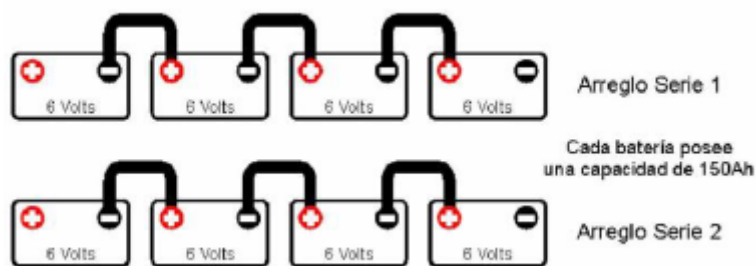

Figura B-4. 1er Paso – Conexión de baterías en "Serie".
1. Primero conecte las baterías en "serie" (el voltaje se suma) con el terminal positivo de una batería conectado al negativo de la próxima para cumplir el requerimiento de entrada de DC del inversor (24 volts que se puede ver en la Figura B-4).